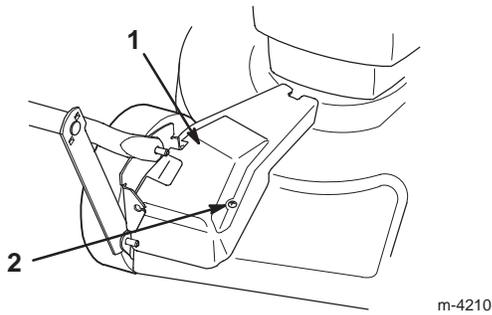

Abbildung 26
- Bei abgestelltem Motor die Schraube entfernen, mit der die Riemenabdeckung (Abb. 26) befestigt ist, und die Abdeckung abnehmen.